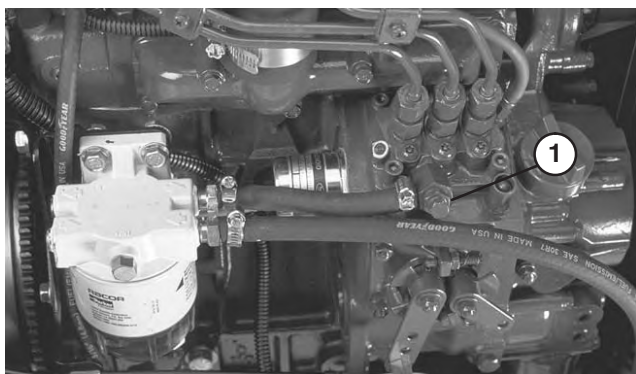

Figure 35
3. Desserrez la vis de purge sur la pompe d'injection (Fig. 35).